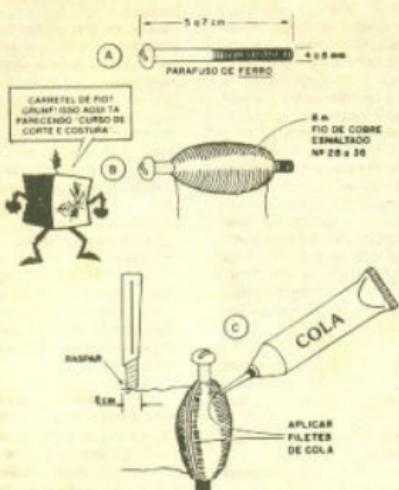

Fig. 9
- FIG. 9-A - Parafuso que será usado como núcleo do nosso eletroimá. Embora a figura mostre um de "cabeça redonda", com fenda, e dotado de rosca parcial, nada obsta, naturalmente, que se use um de cabeça sextavada ou quadrada, sem fenda, com rosca total, etc. O que interessa mesmo são as dimensões gerais e o material (ferro).
- FIG. 9-B - Procurando ocupar cerca de 3 cm. na parte central do parafuso/núcleo, os 8 metros de fio de cobre esmaltado devem ser enrolados, firmemente, com espiras bem juntas, uma sobre a outra (sem muita preocupação "estética" ...).
- FIG. 9-C - Depois de acomodado todo o comprimento do fio no enrolamento, convém aplicar alguns fioletes de cola ao longo da bobina, de modo a fixar bem as espiras (evitando que o fio se desenrole e a bobina se desmanche...). Deixar "sobrando", em cada extremidade do fio, de 10 a 15 cm. para futuras conexões. Outra providência IMPORTANTE: cerca de 2 cm. da camada de esmalte em cada uma das pontas do fio devem ser removidos (raspando-se com um estilete, faca ou qualquer outra ferramenta-afiada). Se esse esmalte (isolante) não for retirado, não será possível fazer as ligações elétricas à bobina...